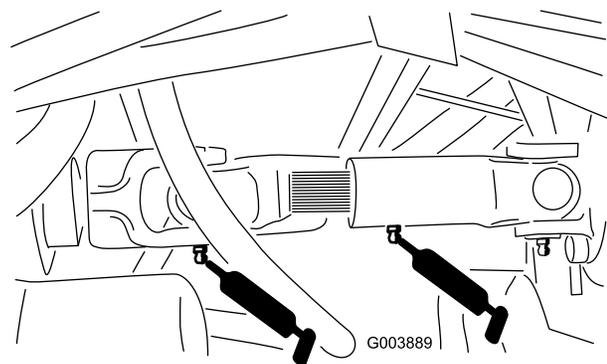

Figure 42
- 3 graisseurs sur l'arbre de transmission du moteur (Figure 42)